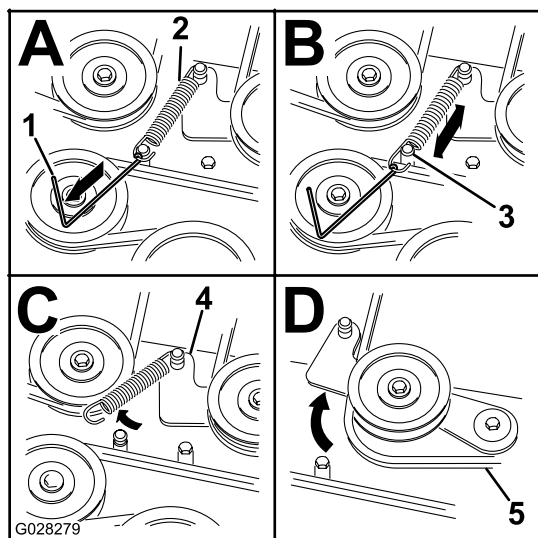

Figura 77
8. Utilizando um removedor de molas (peça Toro n.º 92-5771), retire a mola intermédia do poste da plataforma para eliminar tensão da polia intermédia (Figura 77).
11. Instale a nova correia em torno das polias do cortador e da polia da embraiagem sob o motor (Figura 77).
12. Utilize um removedor de molas (peça Toro n.º 92-5771), instale a mola intermédia por cima do poste da plataforma para colocar tensão na polia intermédia e na correia do cortador (Figura 77).